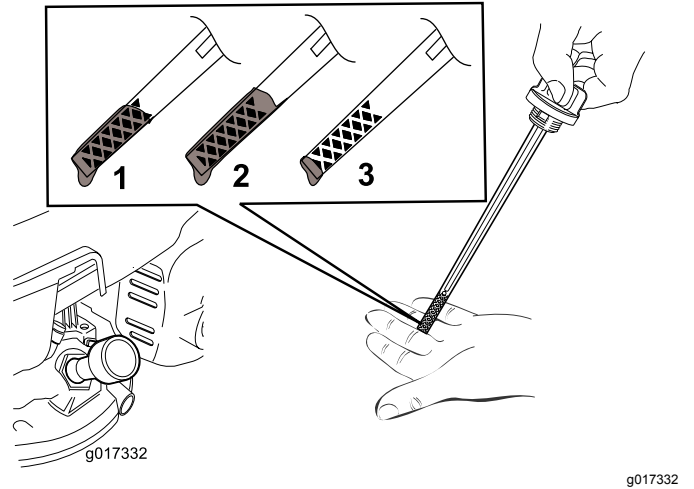

图7
2. 拆下量油尺 (图7)。
**注意** 向发动机曲轴箱添加机油直到量油尺显示机油油位达到图7中所示的正确位置。如果发动机加注机油过多则需要按照 更换机油 \(页码 13\) 的说明去除多余机油。